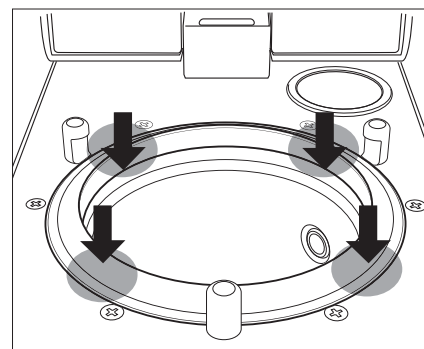

図 32
- 4) 新しいパッキンの対角 4 点を溝に押し込みます。その際、パッキンが片寄らないよう均等にしてください。（図 32）